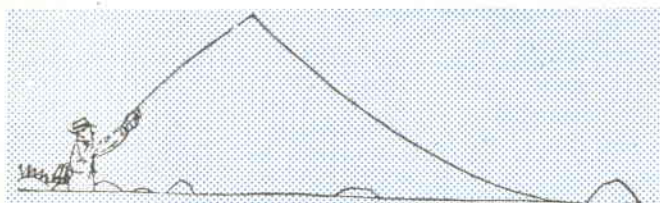

Fig. 8
- Il monofilo può essere tenuto alto per evitare il suo movimento nell'acqua (fig. 8);